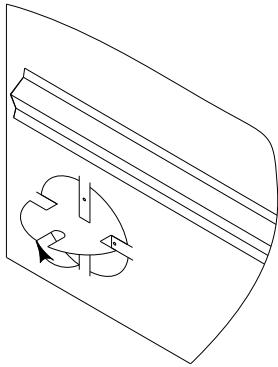

Figure 1 Retrait du panneau amovible /
3. The intake duct must be attached to the left of the Catalytic Opel2 and Catalytic Opel3 fireplace. Start by removing the knockout on the side of the fireplace (see Figure 1). Bend out the four tabs to 90°.
3. Le conduit d'aération doit être raccordé sur le côté gauche de l'Opel2 catalytique et de l'Opel3 catalytique. Commencez par enlever le panneau amovible sur le côté du foyer (voir Figure 1). Pliez ensuite les quatre languettes à 90°.